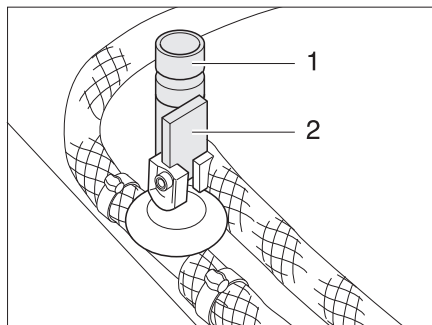

Fig. 127 Llaves de desagüe para la caldera Truma
- Cerrar todas las llaves de desagüe de la caldera. Para esto, poner el balancín (Fig. 127,2) en posición horizontal o bien girar la tapa (Fig. 127,1) en sentido de las agujas del reloj.
- Abrir todas las llaves de desagüe de la caldera. Para esto, poner el balancín (Fig. 127,2) en posición vertical o bien girar la tapa (Fig. 127,1) en sentido contrario a las agujas del reloj.